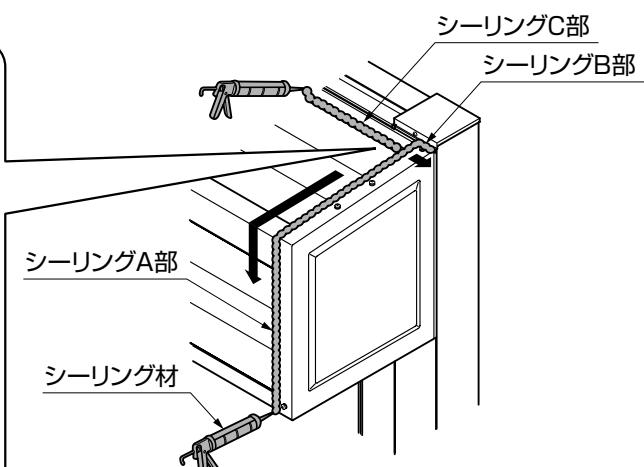

図20-2
- ②端部カバーのまわり（A部・B部）にシーリング処理をしてください。（図20-2参照）